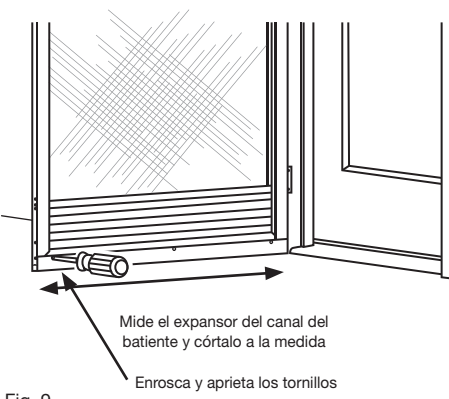

Fig. 9
Pega temporalmente el expansor del canal del batiente con la cinta de enmascarar. Marca y pretaladra (3) orificios de conexión del expansor del canal del batiente como se indica en la parte inferior usando una broca de taladro de 1/8". Asegúralo con los tornillos 8 x 3/8" incluidos (**Fig. 9**). No aprietes demasiado.